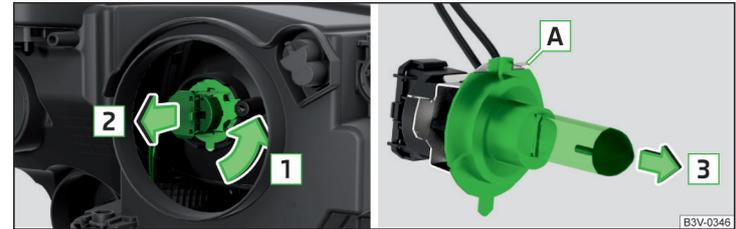

Abb. 364 Glühlampe für Abblend- und Fernlicht wechseln
- › Den Stecker mit der Glühlampe in Pfeilrichtung **1** drehen » Abb. 364.